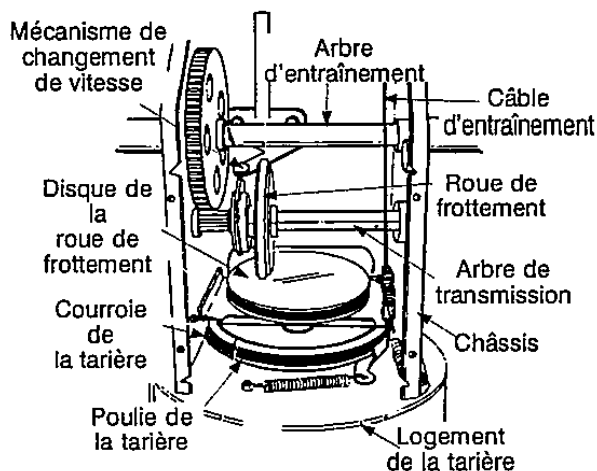
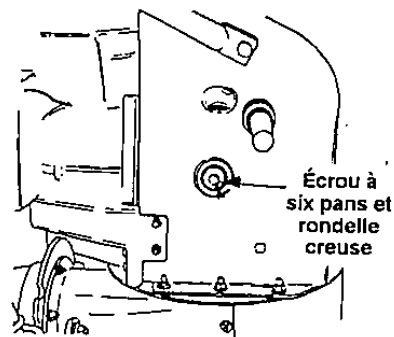

FIGURE 22
FIGURE 29
Si, pour une raison quelconque, la transmission a été démontée et le câble d'entraînement débranché, remontez le câble de façon qu'il ne gêne pas le mouvement des pièces lorsqu'il est étiré. Voir la figure 22.
- Glissez la courroie entre la roue de frottement et le disque de la roue de frottement. Voir la Figure 22. Il faudra peut-être tordre la courroie à plat pour la glisser entre la roue de frottement et le
- Démontez l'arbre de transmission de la machine en enlevant l'écrou à six pans et le rondelle creuse de chaque côté du châssis. Voir la figure 29. Tenez l'ensemble de la roue de frottement et glissez l'arbre de transmission vers la droite. Voir la figure 22.